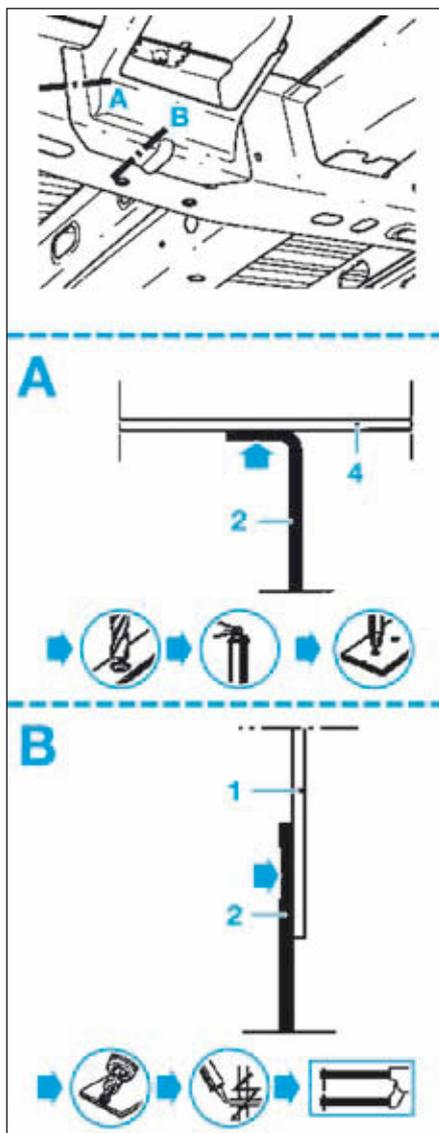

FIG.125
- Dépointer et fraiser comme illustré (Fig.125).
- Souder par points électriques et bouchonnage MIG (Fig.125).
- Tracer puis percer à l'aide d'un foret pour soudage ultérieur par points (Fig.125).